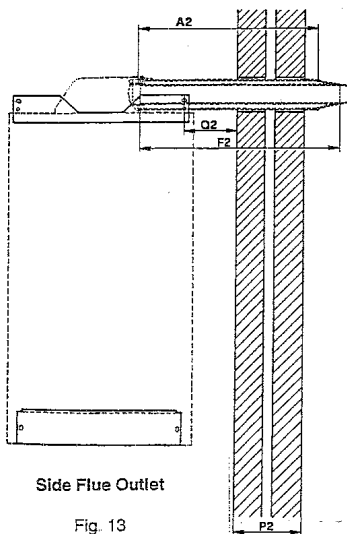

Fig. 13
- 4.2 Side Flue Outlet (fig. 13).